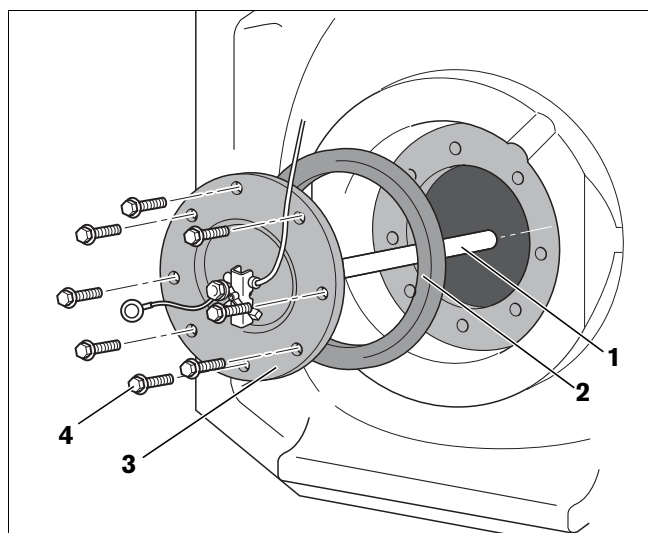

Fig. 13 Démontez le couvercle de la trappe de visite
- Dévisser les vis à tête hexagonale (fig. 13, **pos. 4**) du couvercle de la trappe de visite (fig. 13, **pos. 3**).
- Retirer le couvercle de la trappe de visite avec l'anode au magnésium (fig. 13, **pos. 1**) ainsi que le joint du couvercle (fig. 13, **pos. 2**) du préparateur ECS.